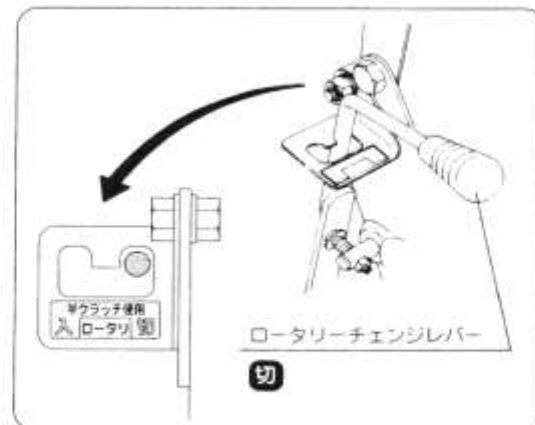

図2
- ② ローターチェンジレバーを「切」の位置にします。(図2)